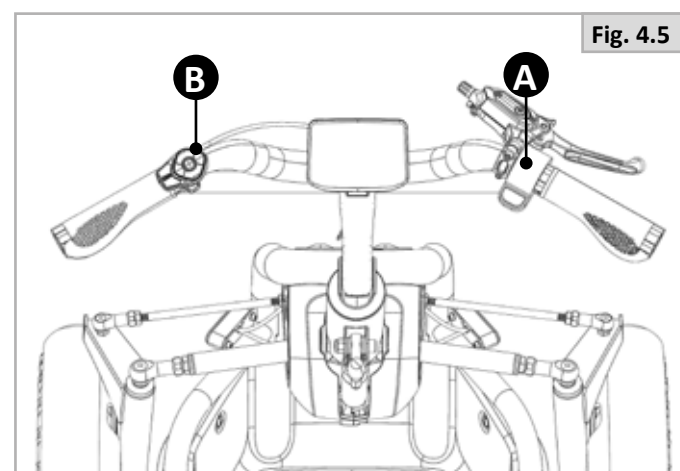

Fig. 4.5
4.5 Justering af styresøjle (Fig. 4.5)